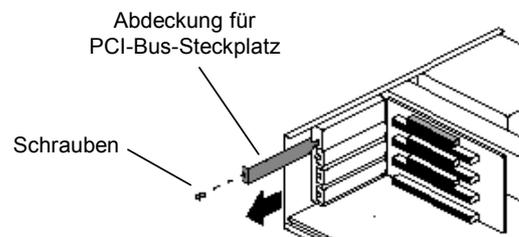

Abb. 2-3-3
- 3) Lösen Sie die Schrauben der PCI-Abdeckung, hinter der die Karte eingesteckt werden soll (Abb. 2-3-3).